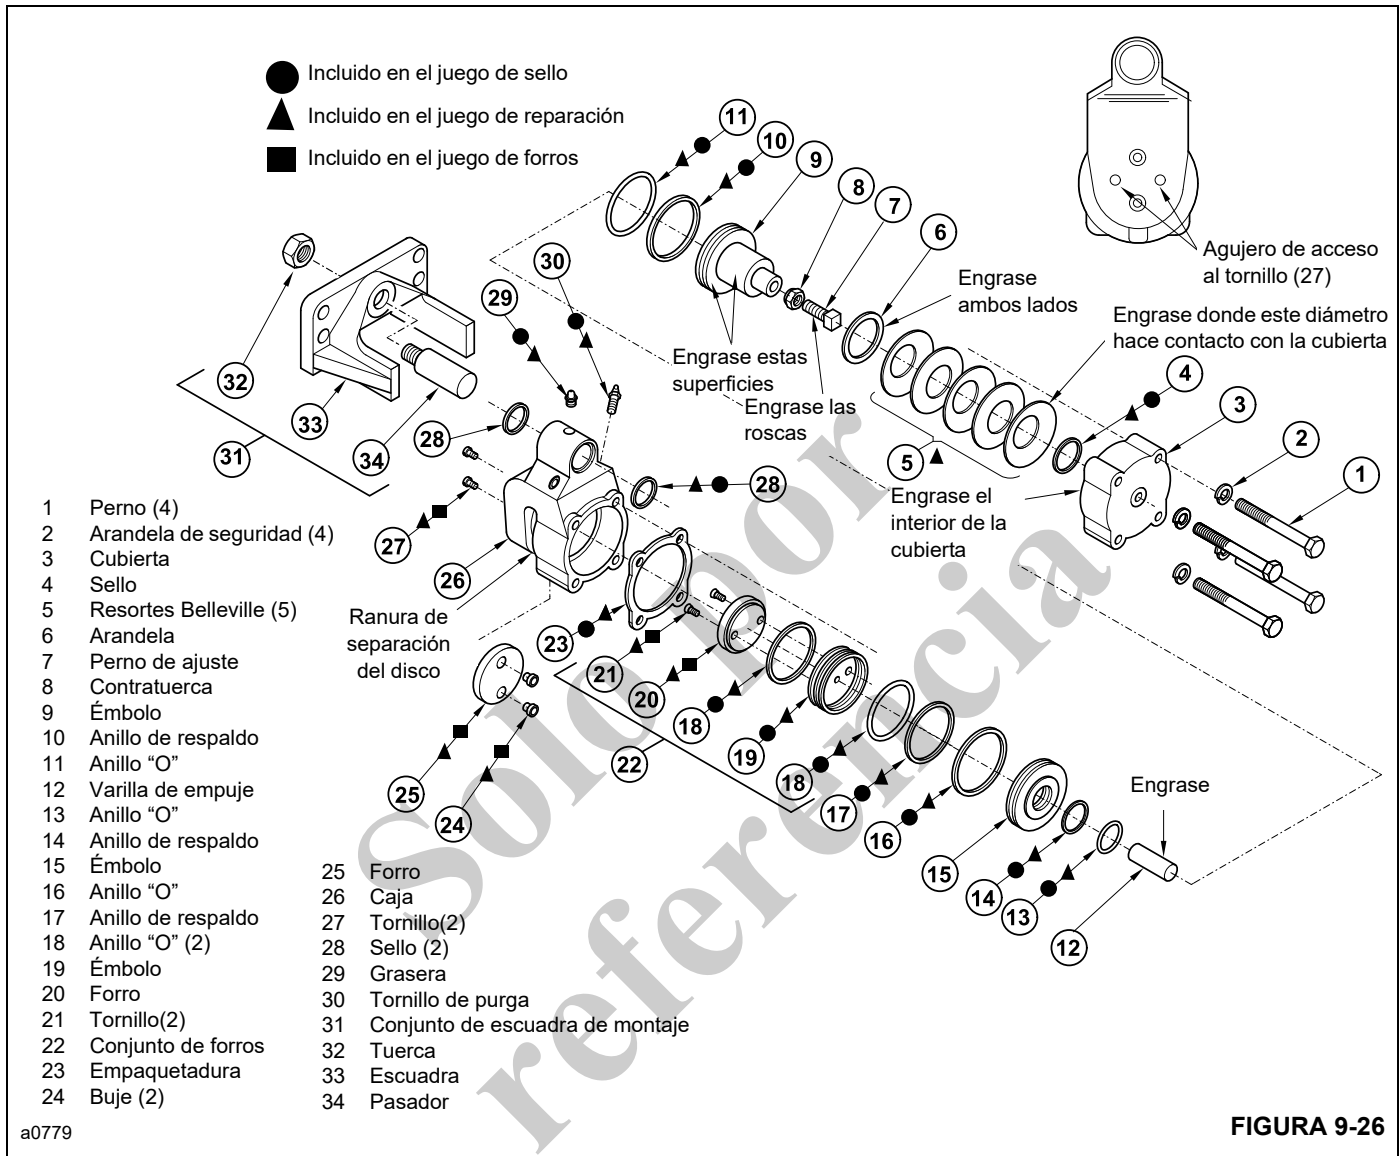

FIGURA 9-26
El juego de forros se indica en la Figura 9-26 con un símbolo ■.
4. Afloje la contratuerca **8** (Figura 9-26) y desenrosque el perno de ajuste **7**.
Hay un juego de reparación disponible para el freno de estacionamiento. Incluye todas las piezas necesarias para reconstruir el freno. Estas piezas se indican en la Figura 9-26 con un símbolo ▲.
11. Saque los pernos **1** (Figura 9-26), las arandelas de seguridad **2**, la cubierta **3** y la empaquetadura **23**. Con un destornillador de punta delgada, quite el sello **4** de la cubierta **3**.
NOTA: Cubra las superficies indicadas en la Figura 9-26 con grasa para cojinetes EP. N.º 2 a base de litio o una equivalente.
19. Instale un forro nuevo **25** (Figura 9-26) en la caja **26** utilizando bujes **24** y tornillos de cabeza troncocónica **27** nuevos. Apriete los tornillos a un par de 2.5 a 3.3 Nm (22 a 28 lb-pulg).
Hay un juego de sellos disponible para el freno de estacionamiento. Incluye todas las piezas necesarias para sustituir todos los sellos del freno. Estas piezas se indican en la Figura 9-26 con un símbolo ●.
- Afloje la contratuerca **8** (Figura 9-26) y desenrosque el perno de ajuste **7**.
10. Saque los pernos **1** (Figura 9-26), las arandelas de seguridad **2**, la cubierta **3** y la empaquetadura **23**. Con una hoja delgada, retire el sello **4** de la cubierta **3**.
- NOTA:** Cubra las superficies (Figura 9-26) con grasa para cojinetes EP a base de litio. N.º 2 a base de litio o una equivalente.